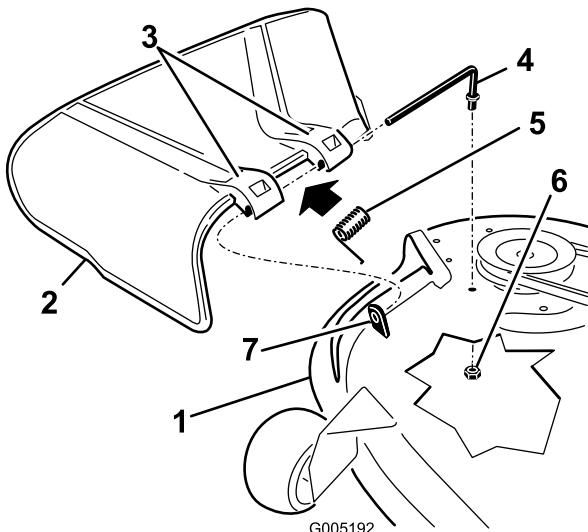

Figura 61
2. Retire la tuerca (9,5 mm) de la varilla (debajo del cortacésped) (Figura 61).
3. Retire la varilla del espaciador corto, del muelle y del deflector de hierba (Figura 61). Retire el deflector de hierba dañado o desgastado.
4. Vuelva a colocar el deflector de hierba (Figura 61).
6. Coloque el muelle sobre la varilla, con los extremos de los alambres hacia abajo, y entre los soportes del deflector de hierba. Deslice la varilla por el segundo soporte del deflector de hierba (Figura 61).
7. Introduzca la varilla, en la parte delantera del deflector de hierba, por el espaciador corto de la carcasa. Fije el extremo trasero de la varilla en el cortacésped con una tuerca (9,5 mm) (Figura 61).
1. Localice los elementos mostrados en la Figura 61.